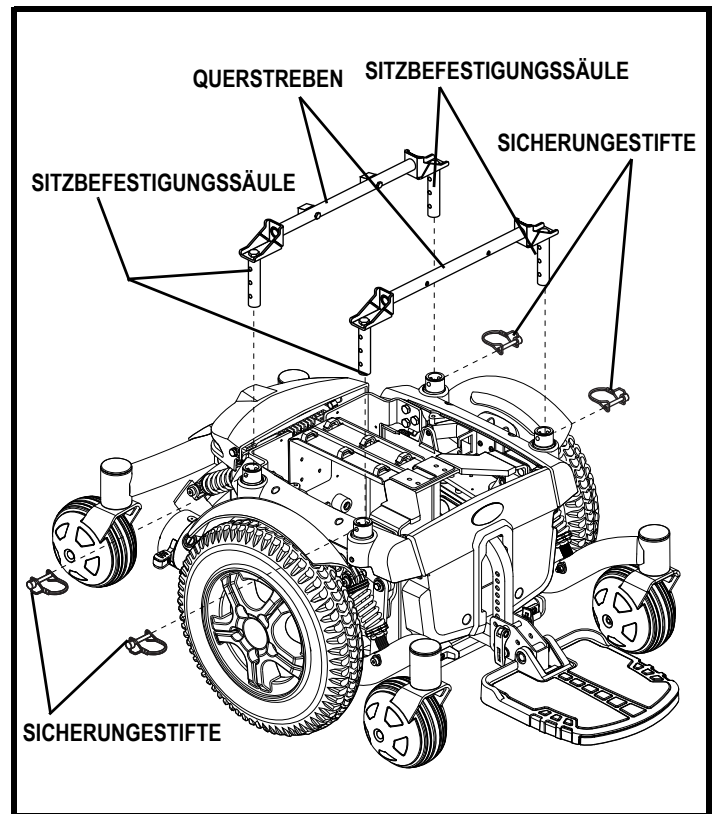

Abb. 15. Einstellung von Sitzhöhe/-neigung
8. Entfernen Sie die restlichen Sicherungsstifte, welche die Sitzbefestigungssäulen an dem Fahrgestell festhalten. **Siehe Abbildung 15.**